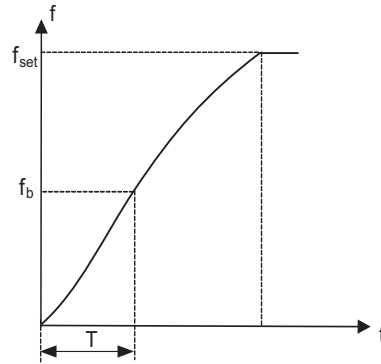

图5-23 S曲线加减速B示意图
- 2: S曲线加减速B——在此加减速曲线中，电机额定频率  $f_b$  总是S曲线的拐点。如图5-23所示。一般用于在额定频率以上的高速区域，需要短时加减速的场合。当设定频率在额定频率以上时，加减速时间为：
功能码F4-08和F4-09分别定义了S曲线加减速A起始段和结束段的时间比例，且两者满足： $F4-08+F4-09 \leq 100.0\%$ 。图5-23中 $t_1$ 即为参数F4-08定义的参数，在此段时间内输出频率变化的斜率逐渐增大。 $t_2$ 即为参数F4-09定义的时间，在此时间段内输出频率变化的斜率逐渐变化到0。在 $t_1$ 和 $t_2$ 之间的时间内，输出频率变化的斜率是固定的。